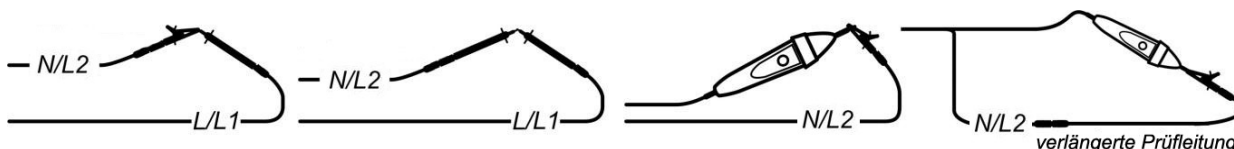

Abbildung 5.13: kurzgeschlossene 3-Leiter-Prüflitung und optionale Commander-Prüflspitze (044155)
- ❑ Schließen Sie die Prüfleitungen an das Prüfgerät und schließen Sie die Prüfleitungen kurz (siehe Abbildung 5.13).